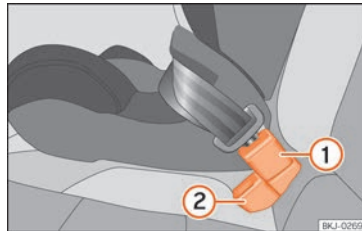

Abb. 43 Position des Gurtschlusses auf der Rückbank
- ① Gurtschloss für den mittleren Sitzplatz
- ② Gurtschloss für den äußeren Sitzplatz
- Gurtschloss für den mittleren Sitzplatz »» (Abb. 43) ① hinter dem Gurtschloss für den äußeren Sitzplatz »» (Abb. 43) ② anbringen.
- Schlosszunge des Sicherheitsgurts des mittleren Sitzplatz in das Gurtschloss für den mittleren Sitzplatz »» (Abb. 43) ① stecken, bis es hörbar einrastet.
- Damit die Gurte richtig eingelegt sind, sollten die Gurtschlösser nicht verdreht werden »» (Abb. 43).